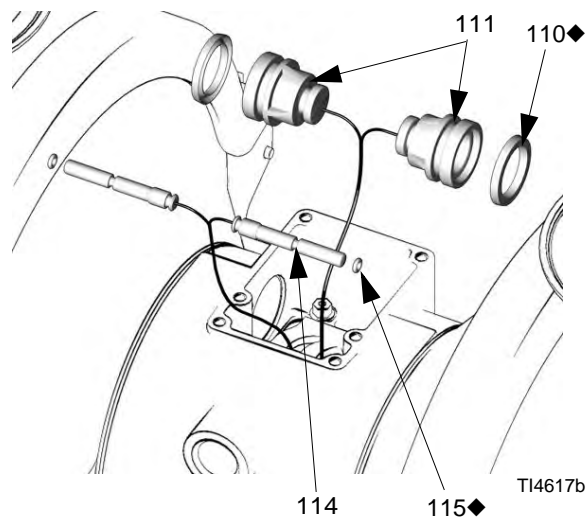

FIG. 8
4. Tirare i due pistoni degli attuatori (111). Rimuovere le guarnizioni a U (110) dai pistoni. Tirare i perni di guida (114). Rimuovere gli O-ring (115) dai perni di guida. Vedere FIG. 8.